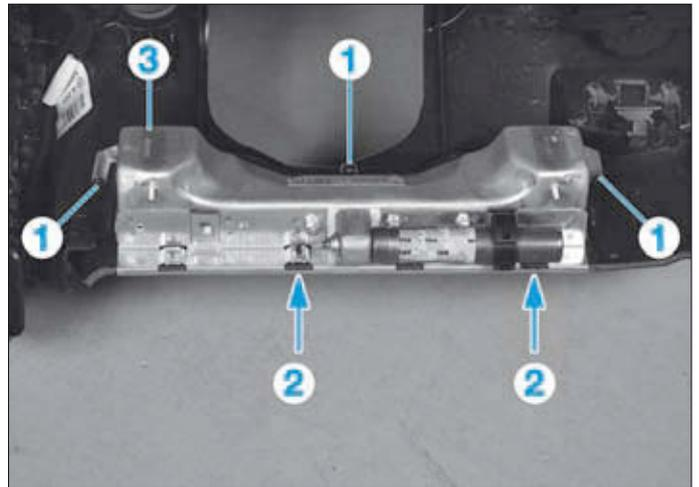

FIG. 4
- Déposer les vis (1) et (2) (Fig.4).
- Récupérer l'airbag genoux conducteur (3).